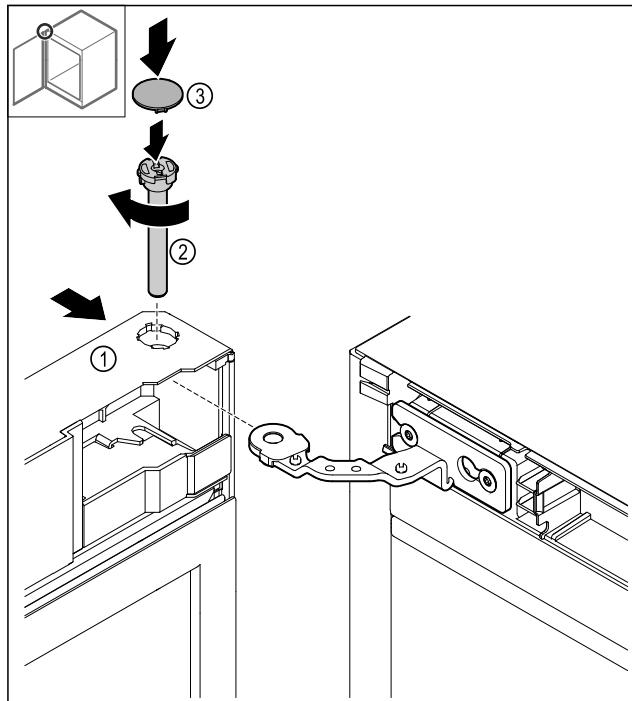

Fig. 47
- Пълзнете вратата Fig. 47 (1) отгоре върху пантата.
- Вкарайте болта Fig. 47 (2) и го затегнете в посока на часовниковата стрелка.
- Нахлузете капака Fig. 47 (4).